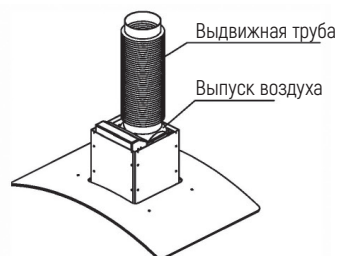

Рис. 4
4. Закрепите воздуховод в вентиляционном отверстии на корпусе вытяжки, соедините выдвижную трубу с воздуховодом. См. рис. 4.